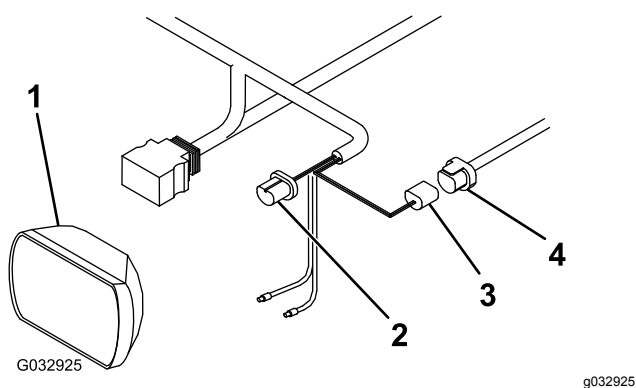

Figura 16
1. Desconecte el conector de arnés de cables de la parte trasera del faro izquierdo del vehículo (Figura 16).
2. Conecte el conector azul del arnés de cables largo a la parte trasera del faro izquierdo del vehículo (Figura 16).
3. Conecte el conector negro del arnés de cables largo al conector que desconectó anteriormente en el arnés de cables del vehículo (Figura 16).